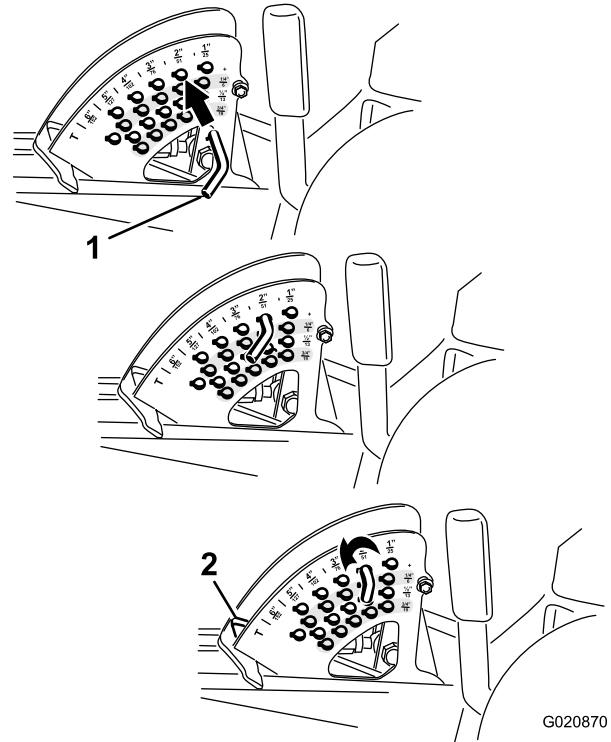

Figura 20
di fermo dell'altezza di taglio e inseritela nella posizione dell'altezza di taglio di 15 cm (Figura 20).
2. Per regolare, girate la spina di arresto fin quando la spina interna non è allineata con gli intagli previsti nei fori della staffa dell'altezza di taglio, e toglitela (Figura 20).
3. Nella staffa dell'altezza di taglio scegliete un foro corrispondente all'altezza di taglio richiesta, inserite la spina e bloccatela per mantenere questa posizione (Figura 20).
Nota: Vi sono 4 file di fori di posizionamento (Figura 20). La fila superiore fornisce l'altezza di taglio elencata sopra la spina. La seconda fila fornisce l'altezza elencata più 6 mm. La terza fila fornisce l'altezza elencata più 12 mm. La fila inferiore fornisce l'altezza elencata